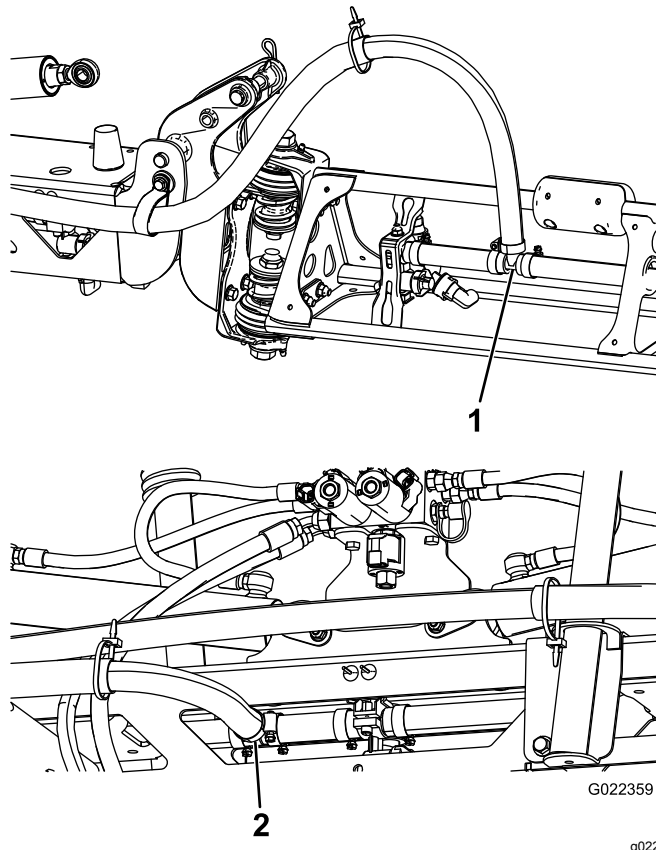

Figura 24
Nota: Usate un detergente liquido per ricoprire la resca portagomma dei raccordi a T su entrambi i bracci della barra (Figura 24).
4. Usate un detergente liquido per ricoprire la resca portagomma della barra centrale dei raccordi tee (Figura 24).
5. Infilate il flessibile della barra centrale come illustrato nella Figura 24.
6. Collegate il flessibile di erogazione della barra centrale alla resca portagomma insaponata e fissatelo con una fascetta stringitubo (Figura 24).